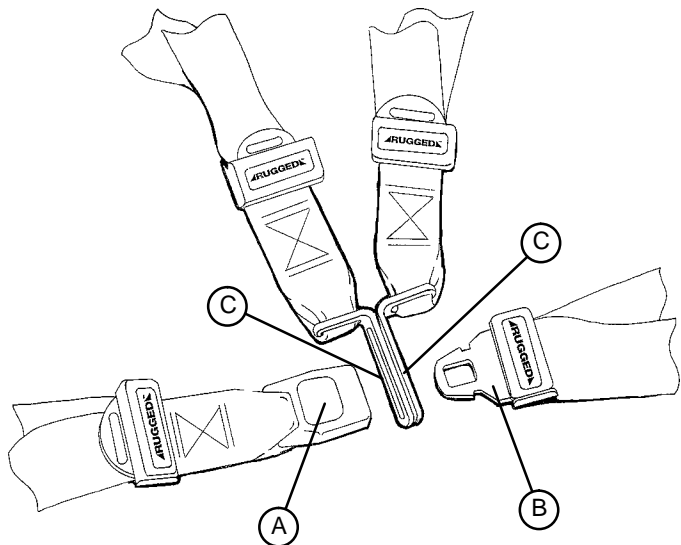

Figura 9 – Aggancio della cinghia di sicurezza
Per aprire la cinghia, premere il pulsante rosso (A) posto sulla parte anteriore della fibbia "ricevente". In tal modo si libererà la parte di fibbia "penetrante" (B) che potrà così essere estratta dalla ricevente (Figura 9). Per allacciare la cinghia, spingere la parte penetrante in quella ricevente, fino a che non si sente un "click". Quando si allaccia la cinghia del torace fare attenzione che la parte penetrante passi attraverso entrambi i passanti metallici (C) della cinghia delle spalle (Figura 9).